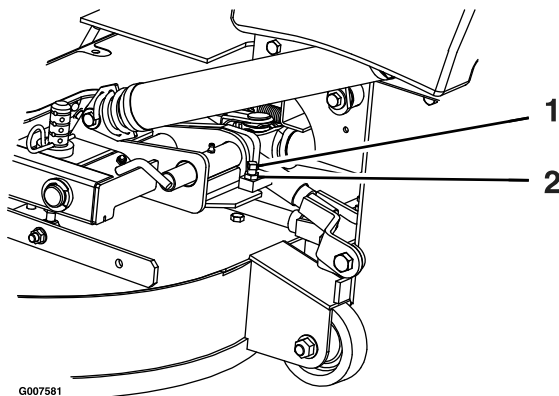

Figura 74
2. Afloje la contratuerca y gire el tornillo de tope en sentido horario hasta que el pestillo de bloqueo esté apretado y no pueda girarse a mano (Figura 74).